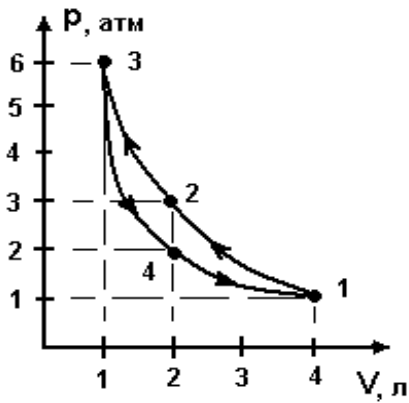

Рис. 34
2. Какой цикл изображен на рис. 34?
3. Найти КПД цикла (рис. 34).
5. Вычислить работу за цикл (рис. 34). Рабочее тело – фреон.